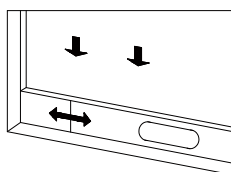

Figure2
- 1). Entrouvrez la fenêtre, et installez la plaque de fermeture (comme indiqué sur les Figures 2 et 3); la plaque peut être installée à l'horizontale ou à la verticale.